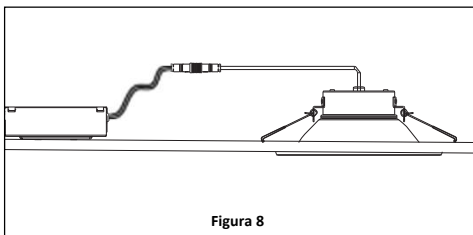

Figura 8
6. Suelta los sujetadores y presiona la lámpara hacia arriba hasta que quede al ras del techo. **Ver Figura 8.**